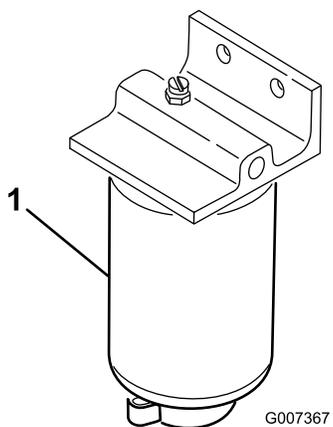

Figura 51
Drene el agua y otros contaminantes del separador de agua (Figura 51) a diario. Cambie el cartucho del filtro cada 400 horas de operación.
2. Afloje el tapón de vaciado en la parte inferior del cartucho del filtro (Figura 51).